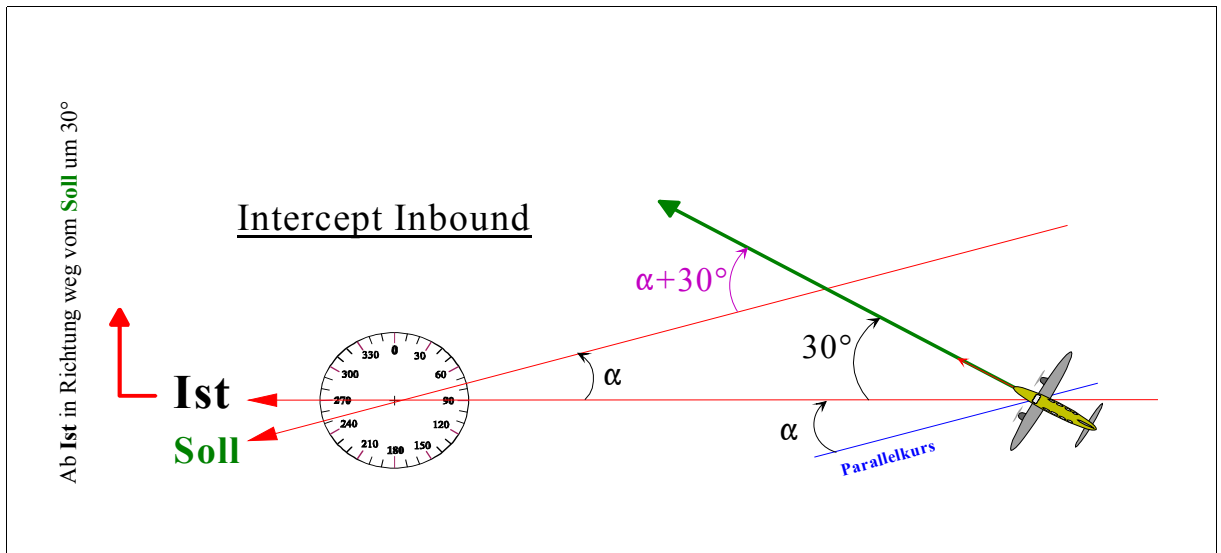
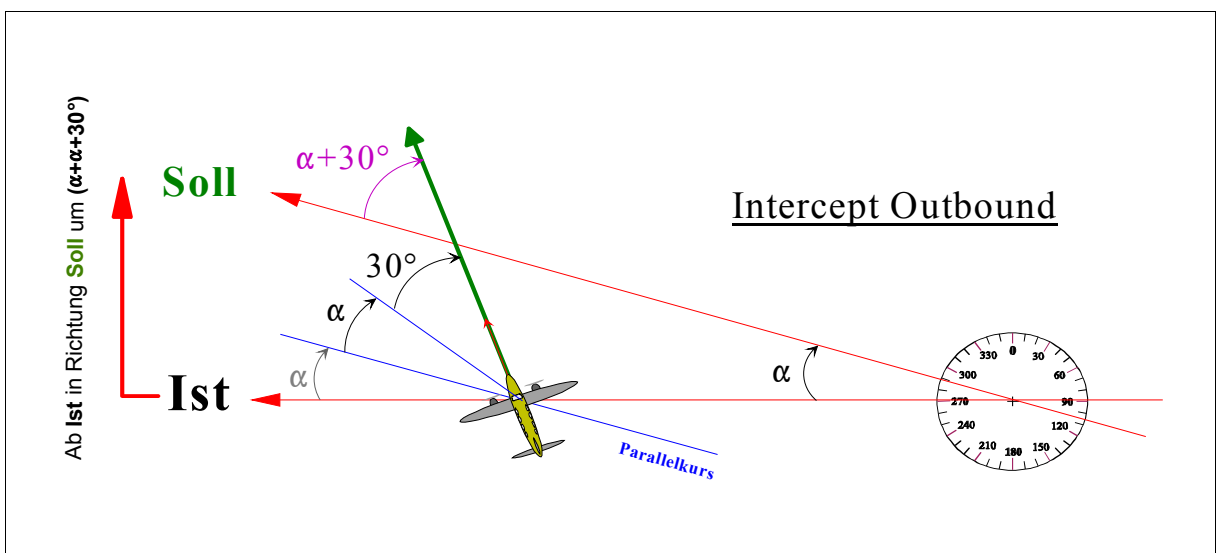

Abb. 2 Grundschemata für Anschneideverfahren Inbound.
Abb. 3 Grundschemata für Anschneideverfahren Outbound.
Zur Veranschaulichung des auf der Formel (7) basierenden Anschneideverfahrens wird die in den **Abb. 2** und **Abb. 3** präsentierte graphische Darstellung herangezogen.
Bei Kursen zur Station (*inbound*), siehe **Abb. 2**, laufen der Ist- und der Sollkurs über der Station zusammen, was bedeutet, dass man den Sollkurs beim Folgen dem Istkurs unter dem Winkel α automatisch anschneidet. Daraus resultiert, dass man lediglich nur um die 30° in Richtung des Sollkurses einzukurven braucht, um der Formel 7 zu genügen (siehe **Abb. 2** auf Seite 12 "Intercept Inbound").
Bei Kursen von der Station weg (*outbound*), siehe **Abb. 3**, laufen der Ist- und der Sollkurs auseinander, was bedeutet, dass man zuerst um den Parallelkurs zum Soll zu erreichen um den Winkel α in Richtung Sollkurs einkurven muss. Ab diesem Kurs muss man gemäß der Formel 7 um weitere $\alpha+30^\circ$ in Richtung Sollkurs weiterkurven um den gewünschten Anschneidewinkel zu erreichen (siehe **Abb. 3** auf Seite 12 "Intercept Outbound").
Aus der obigen Formel und der graphisch in den **Abb. 2** und **Abb. 3** dargestellten Überlegung zum Anschneideverfahren resultiert dass: